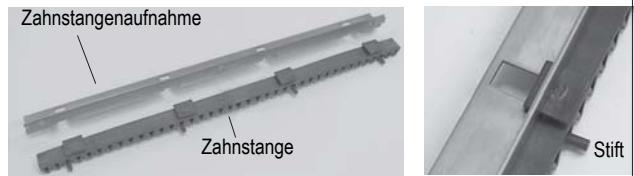

Abb. 1
- Zahnstangenelemente (ZE) für die Montage vorbereiten (siehe Abb. 1)